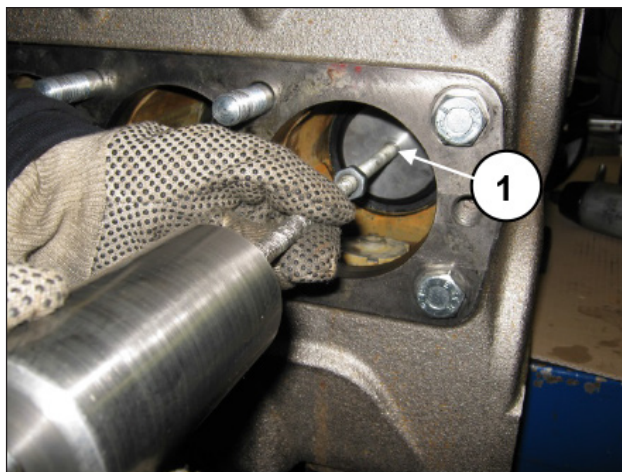

Abb. 127
Sie können im Notfall die Bohrung M10 zur Entnahme der Dichtungsbuchse mittels Schlagwerk verwenden (Pos. ①, Abb. 127).